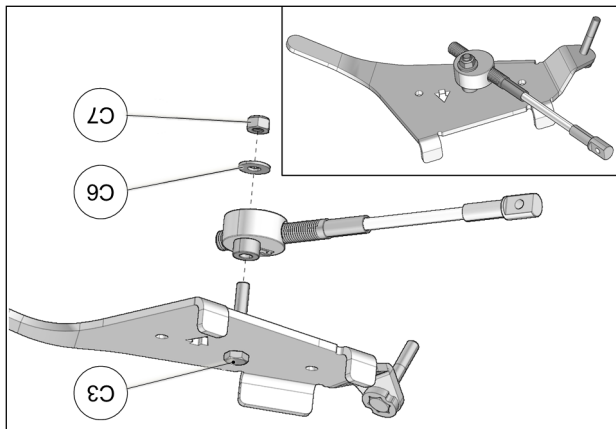

Fig. 17
9. Positionner le disque en aluminium du limiteur de conduite sous l'ancrage et installer au boulon (C3) préalablement installé à l'étape 7. Utiliser la rondelle (C6) et l'écrou (C7) pour fixer le limiteur de conduite en place. Serrer l'écrou à un couple de 50 N•m [37 lb•pi]. Voir la Fig. 17